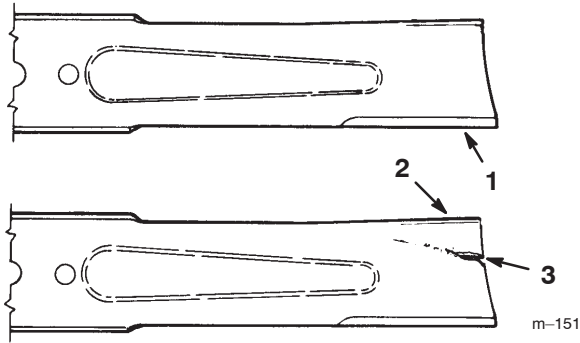

Figure 42
1. Inspectez les tranchants des lames (Fig. 42). Si les lames ne sont pas tranchantes ou si elles présentent des indentations, déposez-les et aiguisiez-les (voir Aiguisage des lames, page 37).
2. Inspectez les lames, surtout la partie incurvée (Fig. 42). Remplacez immédiatement toute lame endommagée, usée ou qui présente une entaille (repère 3 de la Fig. 42).